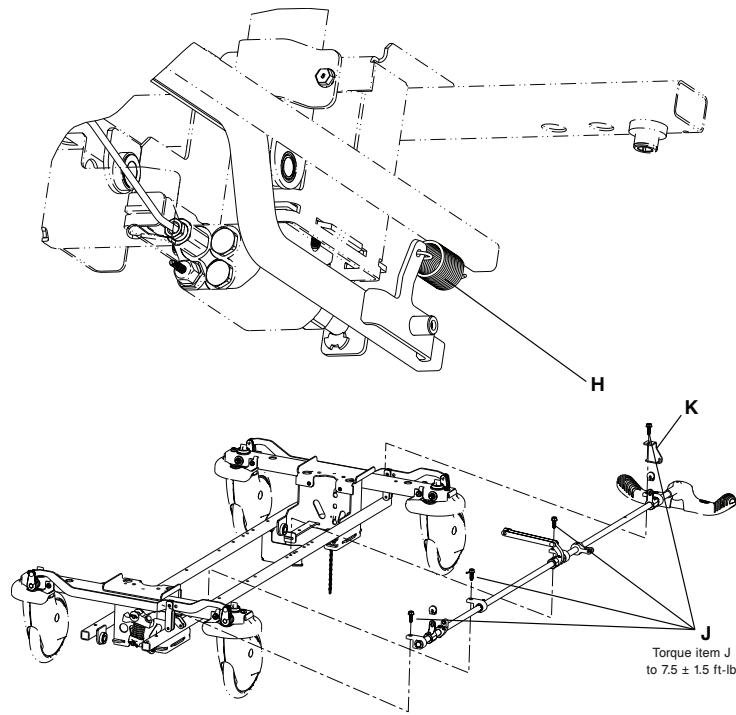

Figure 8 – Remplacement de la tige de frein - côté pieds
11. À l'aide d'une pince à becs fins, déconnecter le ressort de retour (H) du côté pieds (Figure 8).